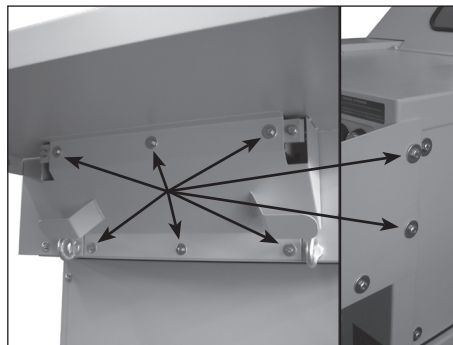

fig. 3
3. Visser la table à l'aide des huit vis et rondelles dévissées auparavant sur le boîtier (3 pièces devant, 2 pièces sur le côté) et sur la face frontale du support pour bande de transport (3 pièces) (figure 3).